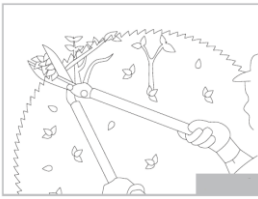

Рисунок 4
-- Не намагайтеся зрізувати кушорізом гілки товщі за 24 мм у діаметрі. Такі гілки слід спочатку зрізати садовими ножицями до рівня, відповідного можливостям ланцюгової пили (Рис. 4.)